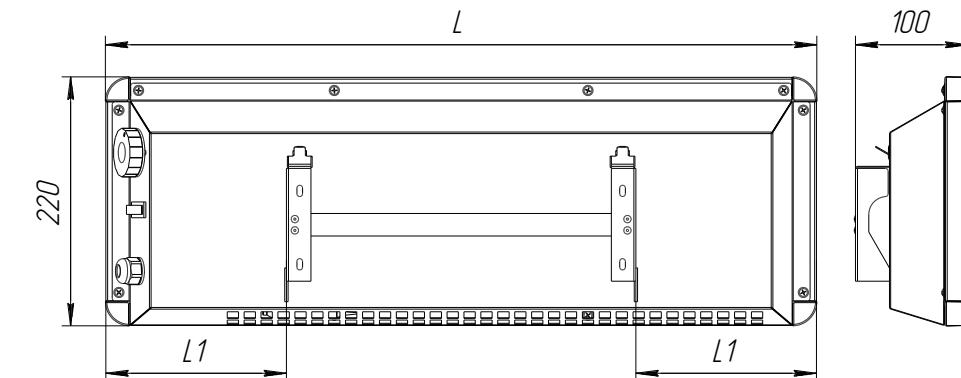

Рис.1 Схема электрическая принципиальная
4.1 Конвектор представляет собой корпус, внутри которого расположен оребренный трубчатый электроагревательный элемент (Рис.1), рассчитанный на напряжение 220В. В цепь питания нагревателей включен термовыключатель для защиты от перегрева. На боковой поверхности конвектора установлены: